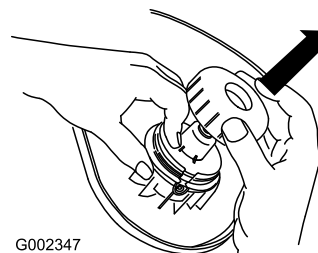

Figura 10
2. Togliete il coperchio e la bobina (Figura 10).